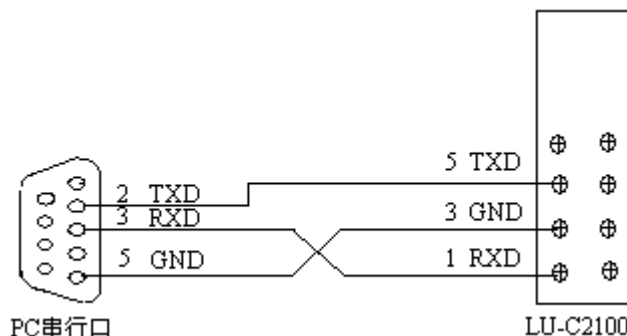

图5.1 RS-232通讯接线方法
**硬件连接：**RS-232的通讯接口为接线端子的1、3、5脚：1（RXD）、3（GND）、5（TXD）脚分别接标准9针串口的3、5、2脚。用户只需将所配备的RS-232三芯通讯线的一端接于此端口，另一端与上位机的串行口相连。其连接方式见图5.1。